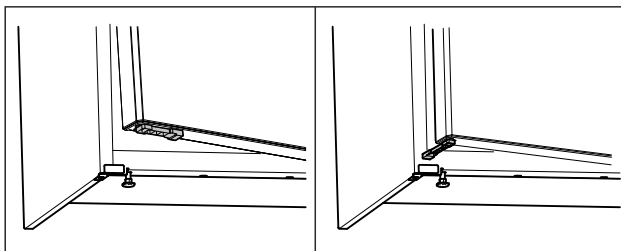

Fig. 72 *
- ▶ Otočte omezovač otevření dvířek o 90°. (viz Fig. 72) *